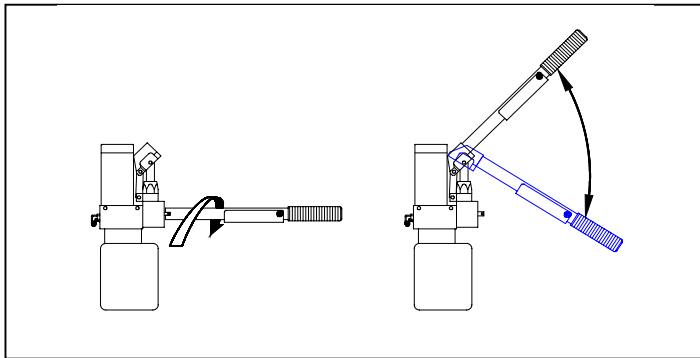

FIGURA 2-11: EN SENTIDO HORARIO SE CIERRA LA VÁLVULA DE
- a. Consulte la **Figura 2-11**. Conecte la válvula de seguridad a la palanca de la bomba, asegurándose de que los dientes engranan completamente en el vástago de la válvula. Gire la válvula suavemente en sentido HORARIO para comprobar que está cerrada (debería haberse cerrado con anterioridad). Retire la palanca.
- c. Consulte de nuevo la **Figura 2-11**. Inserte la palanca de la bomba en el manguito de la bomba auxiliar, y acci3nela hasta que la plataforma ascienda hasta la altura del suelo del vehículo.
- a. Consulte la **Figura 2-11**, página anterior. Compruebe que la barrera frontal esté levantada (cerrada). Si no está arriba, tire hacia FUERA del pomo de control de la barrera frontal y gírelo en sentido HORARIO. Cuando se vaya a transportar un pasajero desde el vehículo hasta el suelo, siga las Normas de seguridad que se indican al principio de este capítulo.
- a. Consulte la **Figura 2-11**. Compruebe que la válvula de seguridad está cerrada (sentido horario). Suba o baje la plataforma hasta la altura de repliegue; los brazos de la estructura de elevación estarán en paralelo con la cara de la plataforma cuando ésta esté situada a la altura de repliegue correcta. Si no se puede alcanzar la altura exacta, es preferible que la plataforma esté ligeramente por debajo de la misma.